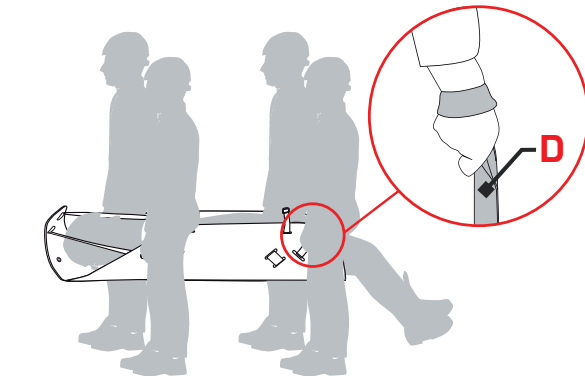
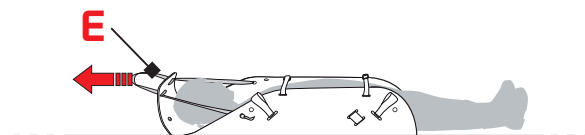
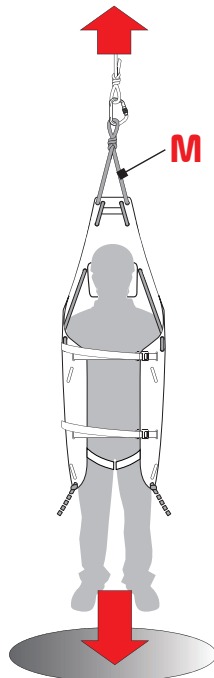

Abb. 3
Abb. 4
Abb. 5
- 1:3 = Nutzlast: 150 kg zum manuellen Heben mit den Griffen (D) - (Abb. 3),
- 1:3 = Nutzlast: 150 kg durch manuelles Schleppen an der Schlinge (E) - (Abb. 4)
- 1:10 = Nutzlast: 150 kg durch Heben/Abseilen mit Bergungsvorrichtungen über Seil (M) (Abb. 5).
Die Rettungstrage „**HALF ROLLY**“ eignet sich, um den Patienten mit den Seitengriffen (Abb. 3) zu heben und zu transportieren, diesen mit der Schlinge zu schleppen (Abb. 4) und um diesen mit einem statischen Seil in der Vertikalen abzuseilen oder zu heben (Abb. 5).